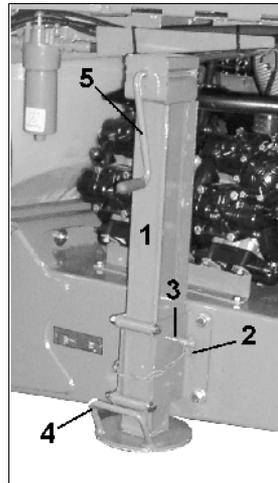

Fig. 39
- Stützfuß angehoben während des Einsatzes oder Transports (Fig. 39).
- Klappstecker (Fig. 39/2) lösen.
- Bolzen (Fig. 39/3) herausziehen.
- Stützfuß mittels Griff (Fig. 39/4) anheben/absenken.
- Mit der Handkurbel (Fig. 39/5) den Stützfuß weiter absenken/anheben.